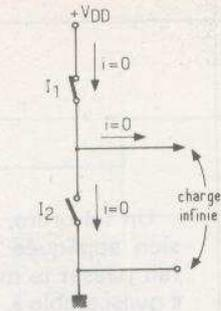

Fig. 2
- Si la sortie se trouve dans l'état 0,  $I_2$  est fermé, mais, cette fois,  $I_1$  est ouvert. Toujours avec une charge infinie, l'alimentation ne débite pas et la consommation est nulle (fig. 2).